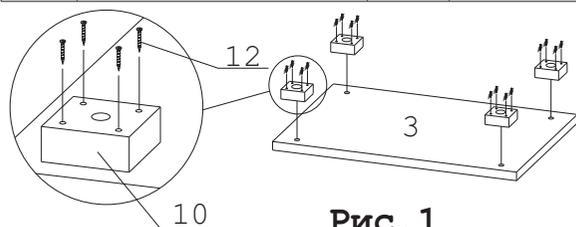

Рис. 1
1. Прикрутить опоры 10 к низу 3 саморезами 12 таким образом, чтобы отверстия в детали 3 совпали с регулировочными отверстиями на опорах 10 (Рис. 1)